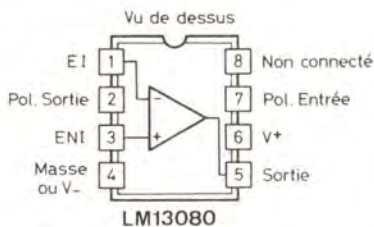
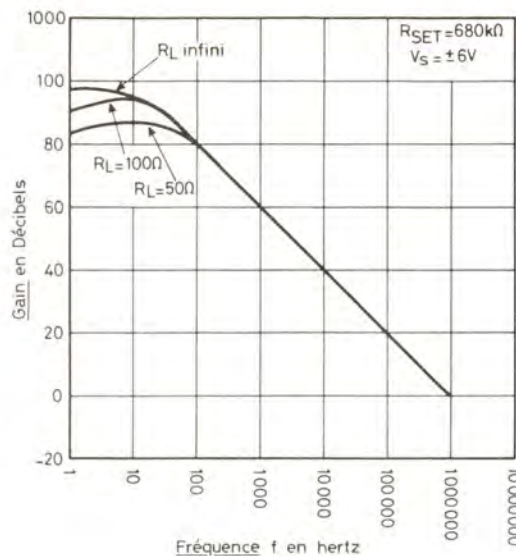
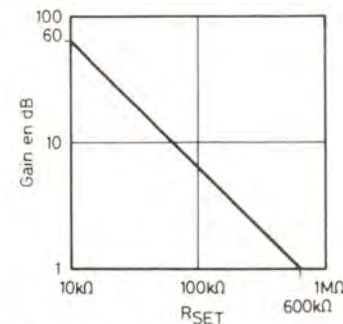

Fig. 8
Fig. 10
Fig. 11
Le brochage du circuit intégré LM 13080 est indiqué à la **figure 8**.
La mesure a été effectuée avec la charge de sortie R_L infinie et à la fréquence nulle, autrement dit en continu. En BF et HF, la réponse en boucle ouverte est donnée par la courbe de la **figure 10**. En ordonnées le gain en décibels et en abscisses, la fréquence, depuis 1 Hz jusqu'à 10 MHz. Remarquons que la forme de la courbe est linéaire, à partir de 100 Hz et dépend de la charge R_L , à $f < 100$ Hz.
Lorsqu'il y a contre-réaction, le gain est plus faible et peut être relevé sur la courbe de la **figure 11**. Le gain est évalué en rapports V/V , de la tension de sortie à la tension d'entrée, en fonction de R_{SET} depuis 10 k Ω jusqu'à 1 M Ω .
Son schéma est donné à la **figure 8**.
Passons maintenant au montage de la **figure 8**. Le CI LF356 est monté dans un boîtier à 8 points de terminaison selon les indications de la **figure 10**.
En (A) on donne le branchement du boîtier rectangulaire DUAL IN LINE et en (B) celui du boîtier cylindrique. On pourra réaliser l'équilibrage entre les points 1 et 5 en suivant les indications de la **figure 11** mais cette opération n'a pas été effectuée dans le montage de la **figure 8**.